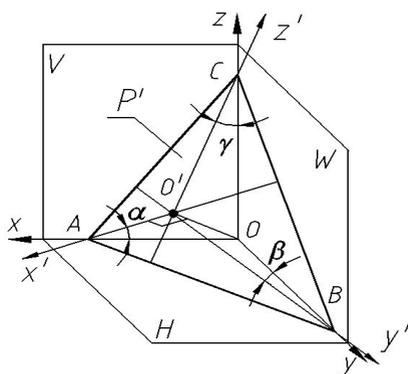

Fig. 7.1
**Proiecția axonometrică** este o proiecție ortogonală sau oblică a obiectului pe un plan înclinat față de axele sistemului de referință  $Oxyz$ . Planul de proiecție este numit plan axonometric ( $P'$ ) și se intersectează cu planele triedrului  $Oxyz$  după un triunghi  $ABC$ , numit triunghi axonometric (fig. 7.1).
Din fig. 7.1 se observă că, în cazul proiecției axonometrice ortogonale  $O'A=OA \cdot \cos\alpha$ ;  $O'B=OB \cdot \cos\beta$ ;  $O'C=OC \cdot \cos\gamma$ . Cosinusurile unghiurilor  $\alpha$ ,  $\beta$  și  $\gamma$  se numesc coeficienți de reducere.